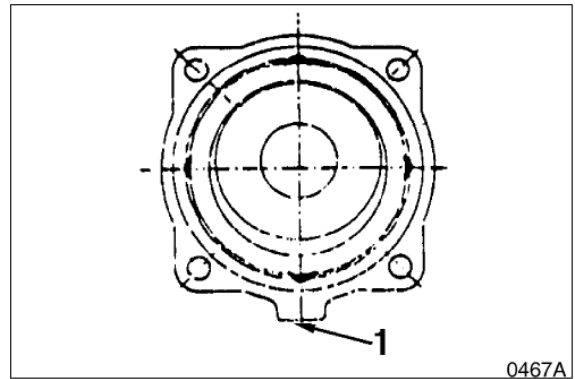

Рис. 38
12. Повернуть мотор передней крышкой (304) вниз. Вставить разделительные (743) и фрикционные диски (742) обратно в том же порядке, в котором они снимались. Три разделительных диска (743) и два фрикционных диска (742) нужно расположить, как показано на нижнем рисунке, с зазором, повернутым в сторону крышки с тормозным клапаном (1, рис. 38).